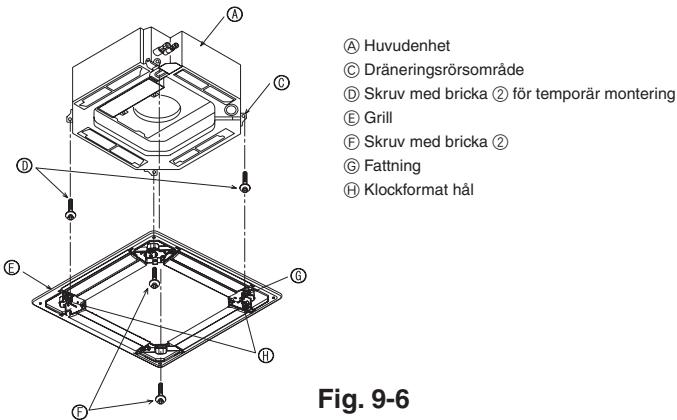
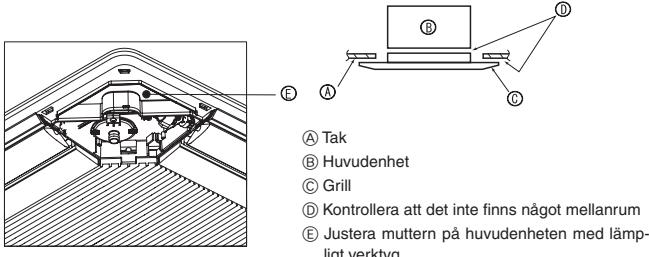

Fig. 9-6
Fig. 9-7
9.4.2. Tillfällig installation av grillen (Fig. 9-6)
- Säkra grillen temporärt via de klockformade hålen genom att sätta grillens fastning markerad ⑥ på området för dräneringsröret i hörnet på huvudenheten.
9.4.3. Fixering av grillen (Fig. 9-7)